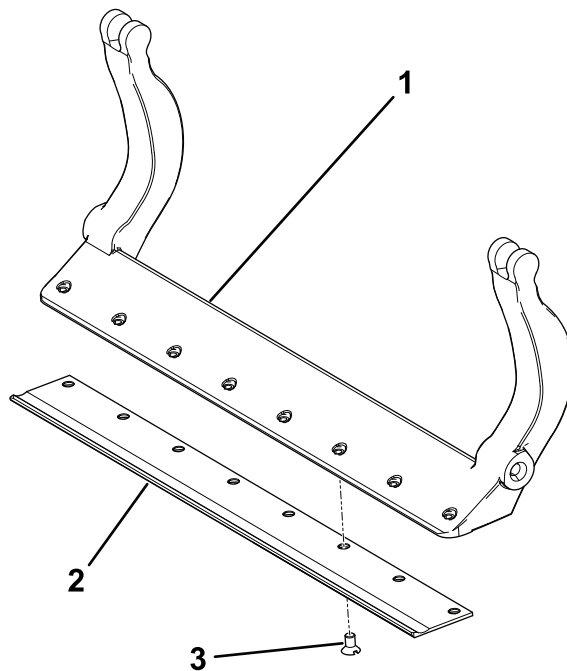

図 41
4. その外側からスチール製ワッシャを取り付ける 図 41。
3. ベッドナイフ固定ボルトに固着防止パウンドを塗ってベッドナイフをベッドバーに固定する 図 41。